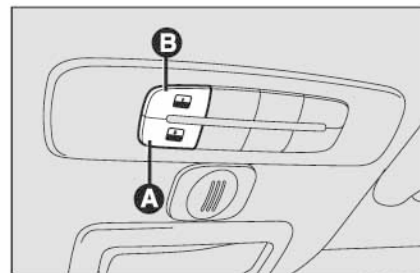

Рис. 43
ке. Привод люка действует только при положении ключа в замке зажигания **MAR**. Открыть или закрыть люк можно с помощью клавиш **A-B** (рис. 43), расположенных на специальной панели управления рядом с верхним светильником салона.
Нажмите и удерживайте клавишу **B** (рис. 43): люк откроется до промежуточного положения "спойлер"; если повторно нажать и удерживать клавишу **B** (рис. 43), люк будет продолжать открываться до предела; если клавишу отпустить, движение люка прекращается.
Если люк полностью открыт, нажмите и удерживайте клавишу **A** (рис. 43) до тех пор, пока люк не займет промежуточное положение "спойлер"; если клавишу отпустить, движение люка прекращается повторно нажмите и удерживайте клавишу **A** (рис. 43) до тех пор, пока люк не закроется полностью.
- Нажмите клавишу **A** (рис. 43) при нахождении люка в закрытом положении;